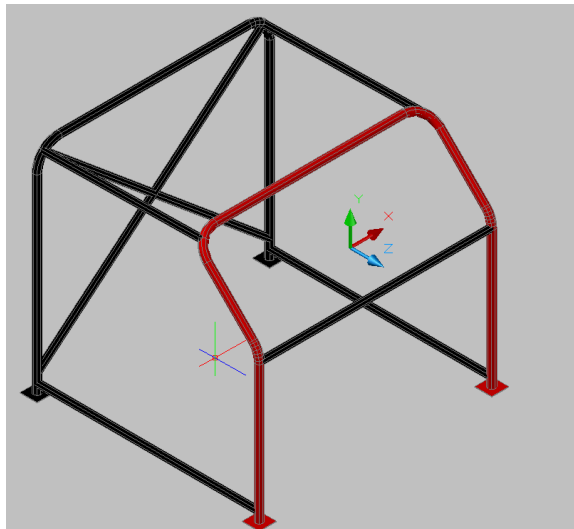

Fig. 8
1.9 Traversa spatiu portiere: ranforsare in dreptul portierelor, conform **Fig. 8.**